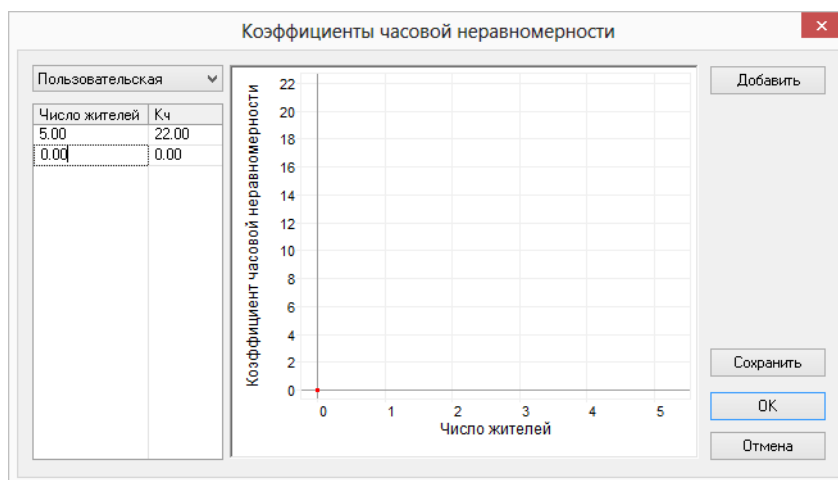

Рисунок 20.32. Добавление пользовательских значений
4. В ячейки **Число жителей** и **Кч** введите пользовательские значения. Нажмите стрелку вниз для добавления новой строки. Рисунок 20.32, «Добавление пользовательских значений»